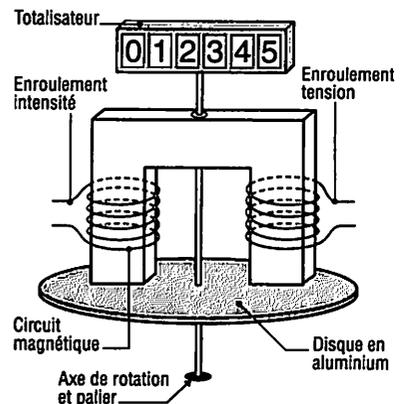

Fig. 20 : Disposition interne d'un compteur d'énergie.
a) Principe de fonctionnement (fig. 20)